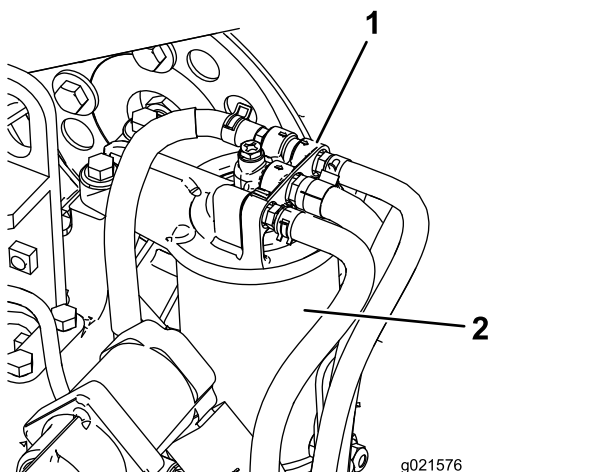

Bild 62
1. Reinigen Sie den Bereich um den Kraftstofffilterkopf (Bild 62).
2. Entfernen Sie den Filter und reinigen die Kontaktfläche (Bild 62).